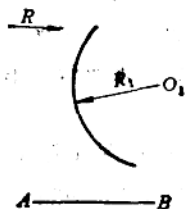

图 19
4. 如图19所示。已知：直线 AB 和以 O_1 为圆心、半径为 R_1 的圆弧及 R 。作半径为 R 的圆弧与直线 AB 和已知圆弧相切，并写出作图步骤。